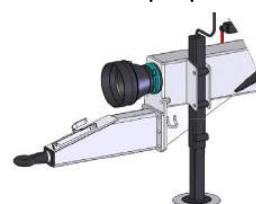

Рис. 11. Опора навозоразбрасывателя N267, 267/1
Перед отсоединением навозоразбрасывателя от трактора следует поставить машину на стояночный тормоз, опустить опору рис. 11
- одну сторону разбрасывателя домкратом поднимите так, чтобы колесо не касалось земли и предохраните его от опускания, после чего, пытаясь повернуть колесо, проверить зазор на подшипниках, рис. 11